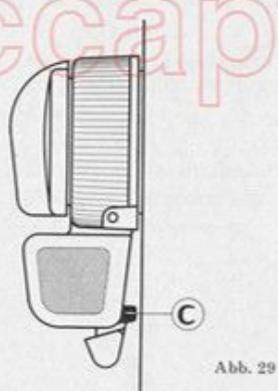
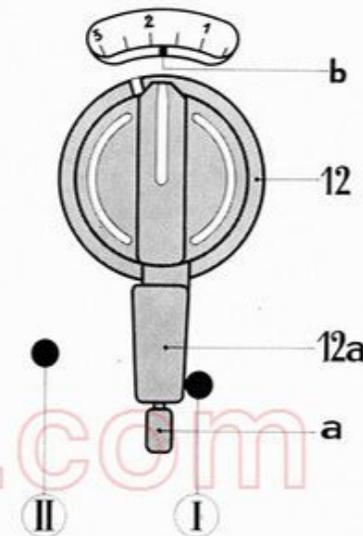

Abb. 29
Abb. 35
3. Hebel a (Abb. 27 und 28) in Pfeilrichtung nach hinten schieben, damit er in die Lage der Abbildung 29 zu liegen kommt. Dadurch kommt der Anschlag c (Abb. 29), der die Stichbreite für die Raupe und den Riegel bestimmt, in seine Funktionsstellung.
5. Nachdem man den Anschlag c (Abb. 29) durch Verschieben des Hebels a in Funktionsstellung gebracht hat, faßt man den unteren Teil 12a des Griffknopfes 12, zieht ihn nach vorn und verschwenkt ihn so, daß die Klinke c an den Anschlagstift I zu liegen kommt (Abb. 35). Auf der Skala muß nun die Zahl 1,5 ungefähr dem Markierungsstrich b gegenüberstehen.
3. Zickzackknopf 12 (Abb. 35 auf Nr. 2 einstellen. Beim Nähen eines Knopfloches auf *Trikot* wähle man die Stichbreite $2\frac{1}{2}$).